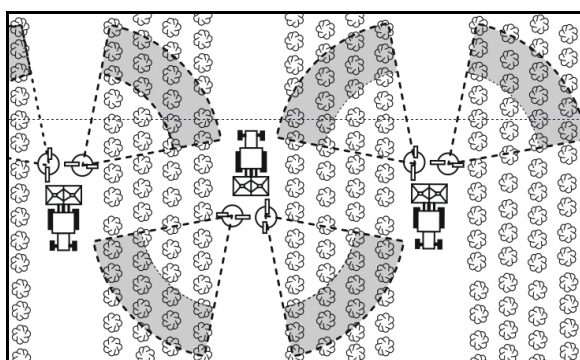

Bild 20
5. Placera kraftöverföringsaxeln i den därför avsedda hållaren (Bild 20).